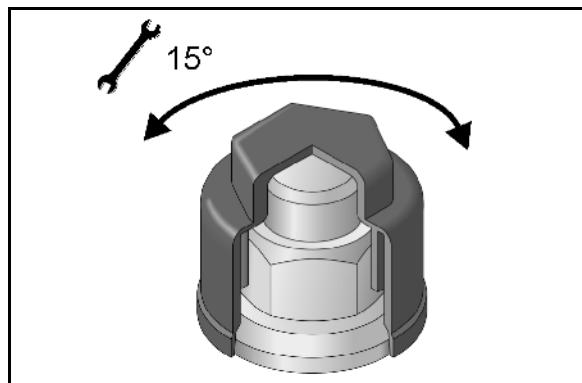

Рис. 169
1. Надавите на натяжной ролик (Рис. 169/1) при помощи торцового ключа (Рис. 169/3) в направлении стрелки так, чтобы установочный штифт Ø6 мм (Рис. 169/4) зафиксировался в монтажном отверстии.
Поликлиновой ремень (Рис. 169/2) теперь не натянут.
2. Сначала снимите поликлиновой ремень (Рис. 169/2) с самого маленького ролика и с натяжного ролика.
4. Наденьте новый поликлиновой ремень (Рис. 169/2).
6. Натяните поликлиновой ремень при помощи натяжного ролика и торцового ключа (Рис. 169/3). Проверьте, правильно ли располагается поликлиновой ремень в своей направляющей.